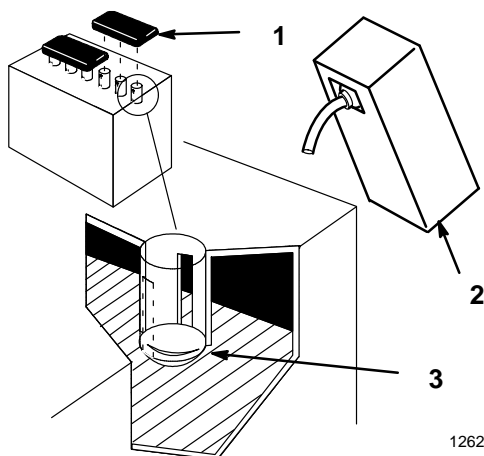

Figure 4
2. Enlever les bouchons de remplissage de la batterie et remplir lentement chaque élément jusqu'à ce que l'électrolyte atteigne le bas du tube (Fig. 4).
5. Enlever les bouchons de remplissage de la batterie et remplir lentement chaque élément jusqu'à ce que l'électrolyte atteigne le bas du tube (Fig. 4).